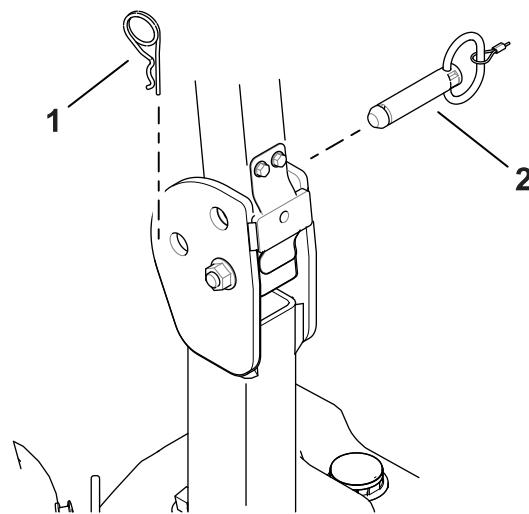

Figura 2
4. Retire los pasadores del ROPS y colóquelos en los taladros que corresponden a la posición de bajado (Figura 2).